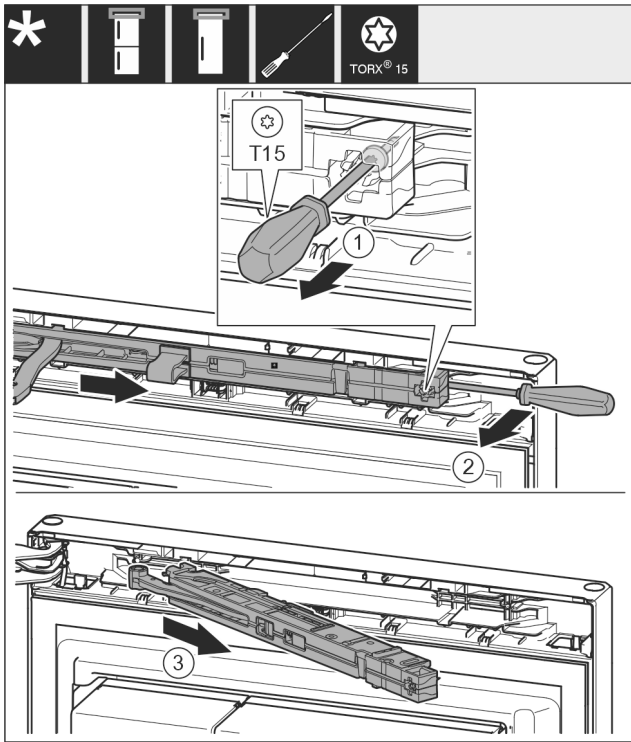

Fig. 15
- ▶ Ослабьте винт Fig. 15 (1) на узле амортизатора закрывания двери с помощью отвертки на 14 мм.
- ▶ При помощи отвертки отведите узел амортизатора закрывания двери Fig. 15 (2) со стороны ручки вперед.
- ▶ Извлеките узел амортизатора закрывания двери Fig. 15 (3).